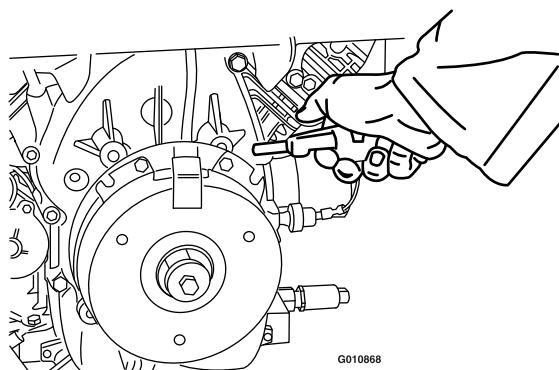

Bild 81
3. Blasen Sie mit einem Luftkompressor Rückstände unter dem Bremsschaft und um die Bremsendistanzstücke heraus (Bild 81).